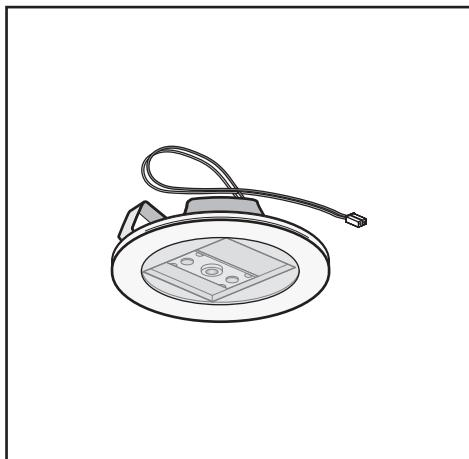

Fig.9
- **Sostituzione delle lampade LED (Fig.9):**